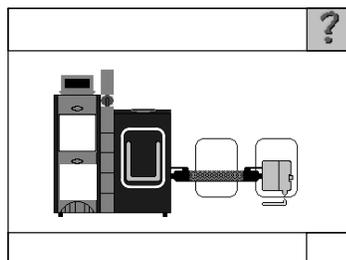

Fig. 4-6 Página inicial
6. Aguarde até que o sistema fique operacional (fig. 4-6).